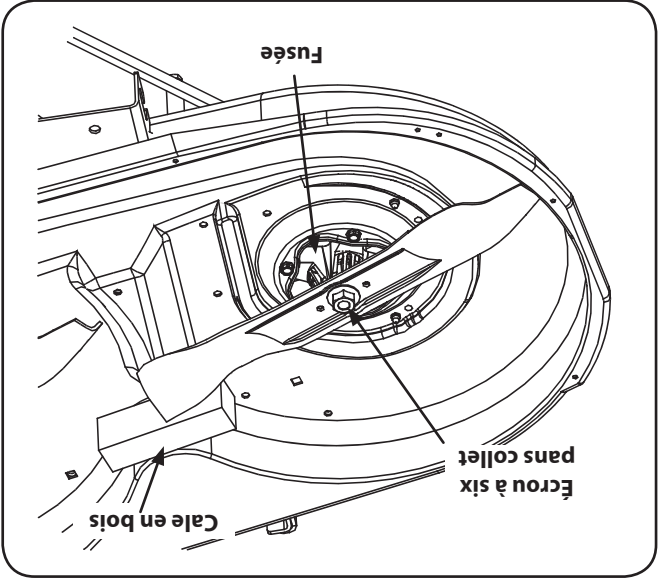

Figure 7-11
2. Avec une clé de 15/16es de po, tenez l'écrou à six pans sur le haut de la fusée en desserrant l'écrou à six pans qui retient la lame. Une cale en bois peut être placée entre l'habitacle du plateau de coupe et le tranchant de la lame pour dégager l'écrou à six pans qui retient la lame. Voir la Figure 7-11.